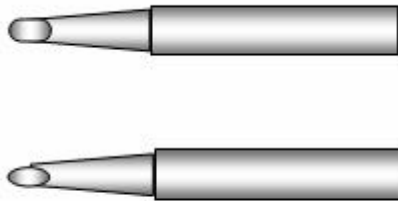

图 4-5
1、烙铁是焊接的主要工具之一，焊接收音机应选用 30W-35W 电烙铁。新烙铁使用前应用锉刀把烙铁头两边修改成如（图 4-5）所示形状。并将烙铁头部倒角磨光，以防焊接时毛刺将印刷电路板焊盘损坏。如采用长命烙铁头（图 4-6）则无须加工。烙铁头上沾附一层光亮的锡，烙铁就可以使用了。